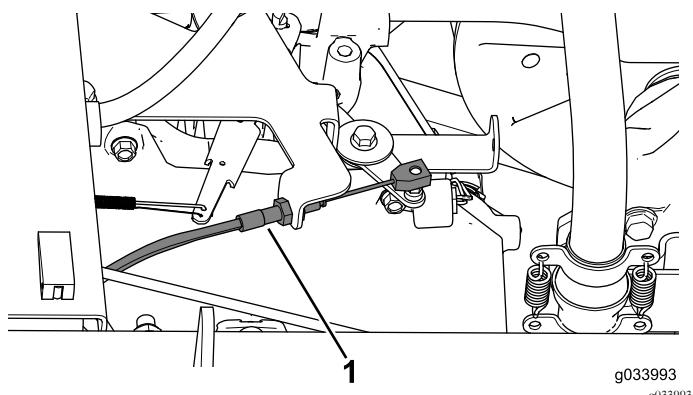

Figura 9
- Desconecte el cable del acelerador de la palanca del acelerador, y retírelo del soporte del acelerador (Figura 9).